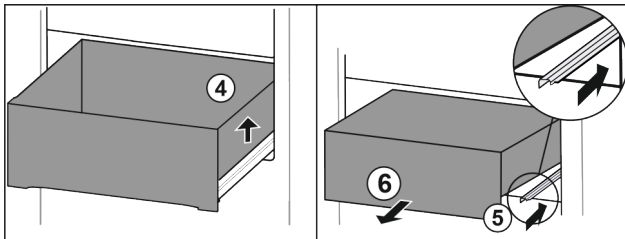

Fig. 42
- ▶ Lade rechts optillen. Fig. 42 (4)
- ▶ Rechter rail erin schuiven. Fig. 42 (5)
- ▶ Lade naar voren toe verwijderen. Fig. 42 (6)